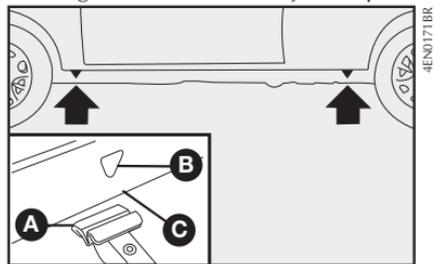

fig. 10
- Coloque el crিকে donde está marcado el símbolo ▼ **B-fig. 10** cerca de la rueda a ser sustituida y cerciórese de que la ranura **A** del crিকে esté bien encajada en el laguero **C-fig. 10**.
3) Coloque el crique en el símbolo ▼ **B-fig. 10** cerca de la rueda que va a cambiar y asegúrese de que la ranura **A** del crique esté bien introducida en el larguero **C**.